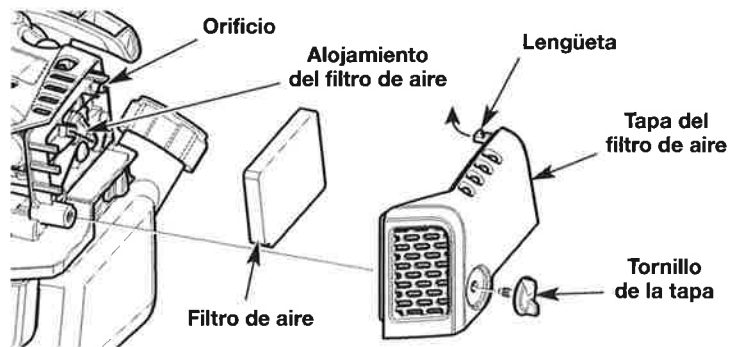

Fig. 27
1. Desenrosque completamente el tornillo de la tapa. Gire la cubierta del filtro de aire hacia la derecha. Extraiga la tapa del filtro de aire del alojamiento de dicho filtro (Fig. 27).
2. Extraiga el filtro de aire de su alojamiento (Fig. 27).
6. Vuelva a instalar el filtro de aire en su alojamiento (Fig. 27).
7. Inserte la lengüeta sobre la cubierta del filtro de aire dentro del orificio en el alojamiento del filtro de aire. Gire la cubierta del filtro de aire hacia la izquierda. Oprima la tapa del filtro de aire nuevamente en el alojamiento de dicho filtro. Inserte el tornillo de la tapa dentro de la tapa del filtro de aire. Apriete el tornillo de la tapa para sujetar dicha tapa (Fig. 27).